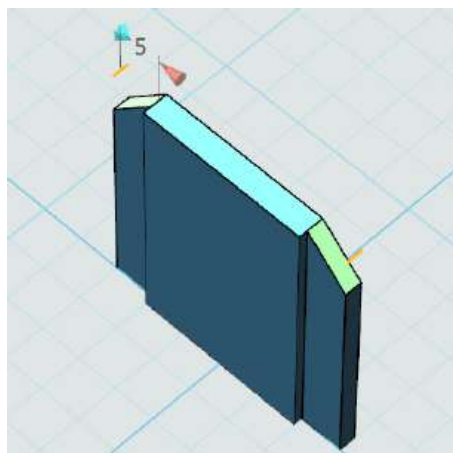

图 10-5
3. 点击特征造型的倒角命令。大小为 5。完成后如图 10-5 所示。